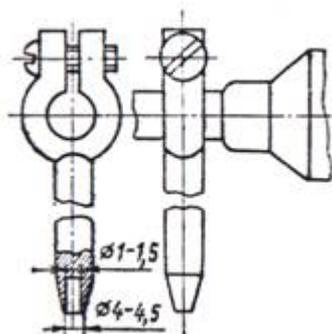

Рис. 4. Жало-насадка для печатного монтажа.
1.7. Жало-насадка для печатного монтажа. Обычный электропаяльник мощностью 40—50 Вт можно легко приспособить для печатного монтажа, изготовив из меди съемную насадку (рис. 4). Насадку лучше всего выпилить из бруска, но можно собрать из двух отдельных деталей — зажима и плотно впрессованного в него жала. Жало можно обработать, как рекомендовано в п. 1.6.